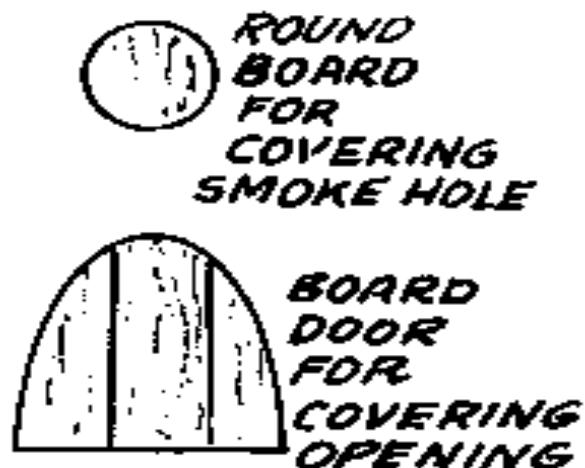

FIGURE 3.
(2) perda indireta (veja Figura 2); e (3) perda Isolada (veja Figure 3).